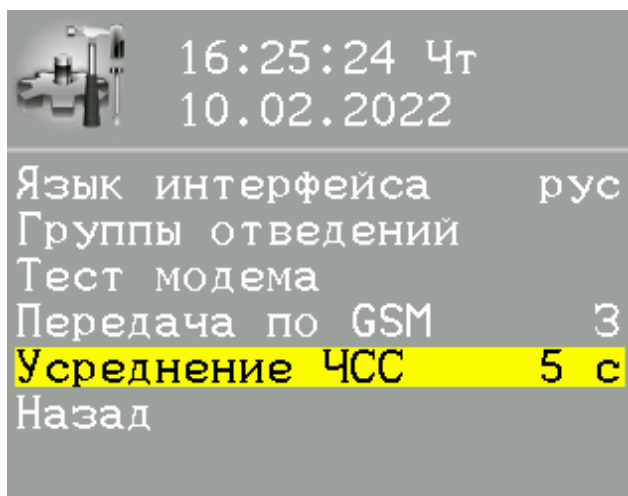

Рисунок 19 – Установка времени для подсчета частоты пульса
– **УСРЕДНЕНИЕ ЧСС**. Установка пользователем времени для подсчета частоты пульса. Время устанавливается кнопками "**▶**" и "**◀**" в пределах от 5 до 30 секунд (см. рисунок 19);